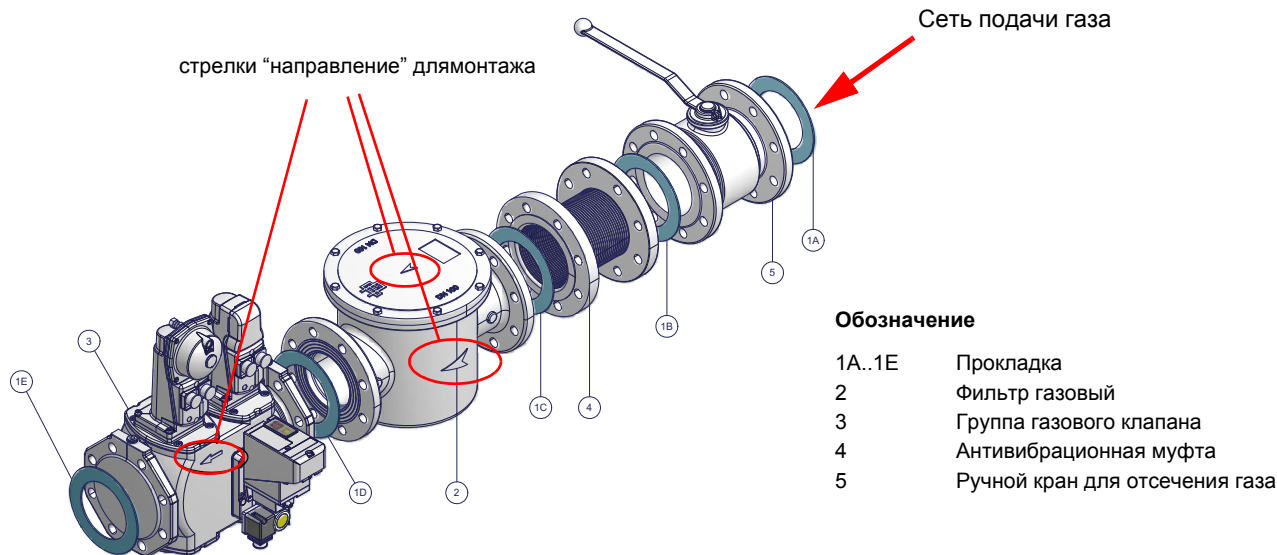

Рис. 5 - Пример газовой ramпы
- 1 - б) при фланцевых соединениях: между соседними компонентами устанавливать прокладку (1A..1E - Рис. 5), совместимую с используемым газом,
ВНИМАНИЕ: после монтажа газовой ramпы согласно схеме на Рис. 5, необходимо провести тестирование на герметичность газовой контура, согласно требований действующих нормативов.
ВНИМАНИЕ: после монтажа газовой ramпы согласно схеме на Рис. 5, необходимо провести тестирование на герметичность газового контура, согласно требований действующих нормативов.